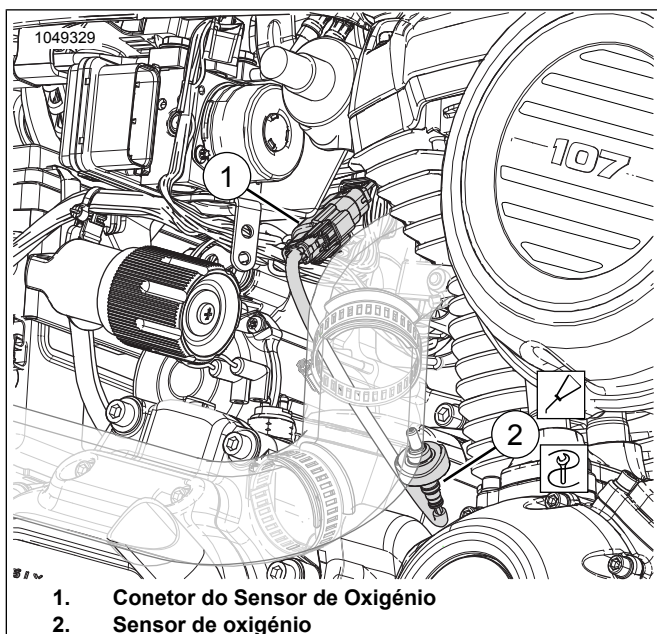

Figura 20. Sensor de Oxigênio Traseiro
Ver Figura 20. Desligar o conector do sensor de oxigénio traseiro (1) do chicote principal.